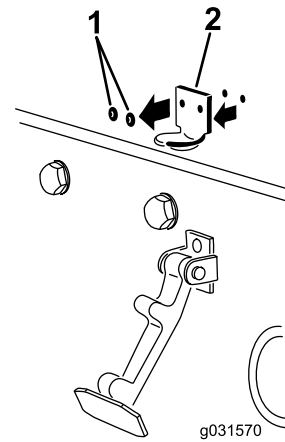

Figure 6
2. Retirez les 2 rivets qui fixent le support du loquet au capot (Figure 6).